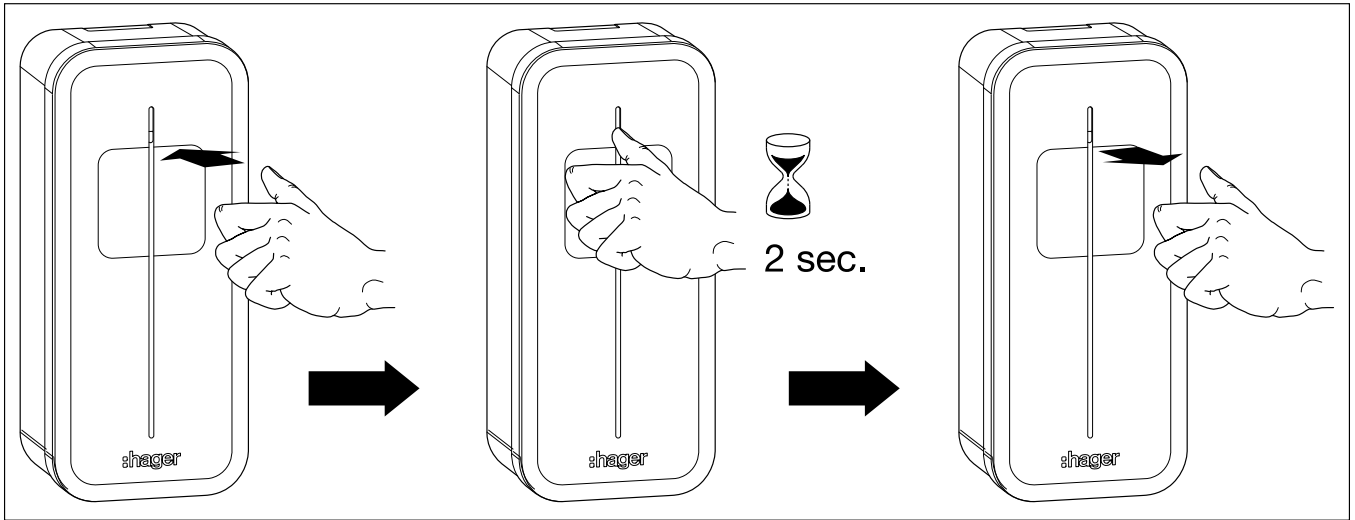

Abb. 32: Ladevorgang an der Ladestation beschleunigen
- Mit dem Daumen ca. 2 Sekunden die Sensortaste gedrückt halten (Berührungssensor) und wieder loslassen (Abb. 32).